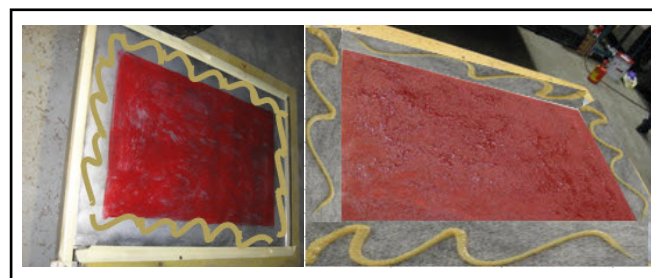

Figure A10 - Colle Plexus sur la rampe et sur le revêtement de plancher
2. Appliquer la colle méthacrylate **PLEXUS** en forme de zigzag sur le reste des surfaces de contour du revêtement et du plateau de la rampe. Voir Figure A10.
3. Étendre la colle **PLEXUS** uniformément sur le revêtement et le plateau (voir Figure A10) à l'aide d'une truelle dentelée avec des entailles en V. Voir Figure A11.